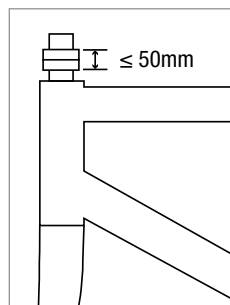

Figure 4
6. Ajoutez une ou plusieurs entretoises au tube de pivot, en veillant à ce que la pile d'entretoises ne dépasse pas 50 mm (Fig. 4).